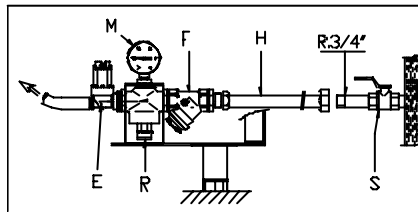
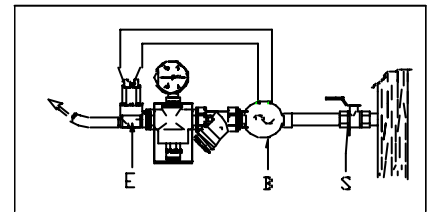

Figura 9
Figura 10
Se realiza según la Figura 9 y Figura 10, con agua a temperatura de 45/50 °C.
Presión dinámica necesaria durante el aclarado: $2 \div 4 \text{ Kg/cm}^2$ ($28 \div 56 \text{ psi}$). Con presiones de red inferiores a 2 Kg/cm^2 , instalar una electrobomba de presión. (Figura 10). Las máquinas poseen un regulador de presión (R) y un manómetro (M) tarados de fábrica a 2 Kg/cm^2 (Figura 9).